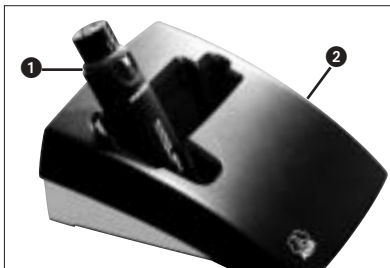

Fig. 3: Come caricare l'accumulatore con l'opzionale stazione di carica CU 40
Vedi fig. 3:
Per caricare l'accumulatore, basta piazzare il trasmettitore (1) nell'opzionale stazione di carica CU 40 (2) come indicato nella fig. 3.